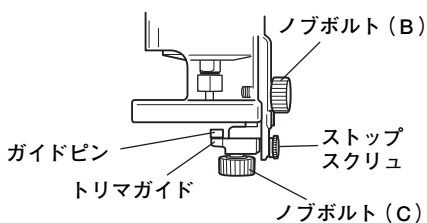

図 12
- (2) トリマガイドをノブボルト (B) によりベースに取付けます。(図 12)
- (3) トリマガイドの上下調節はノブボルト (B) をゆるめて移動します。
- (4) ガイドピンの調整はノブボルト (C) をゆるめ、ストップスクリュを回転させて行ないます。(図 12)